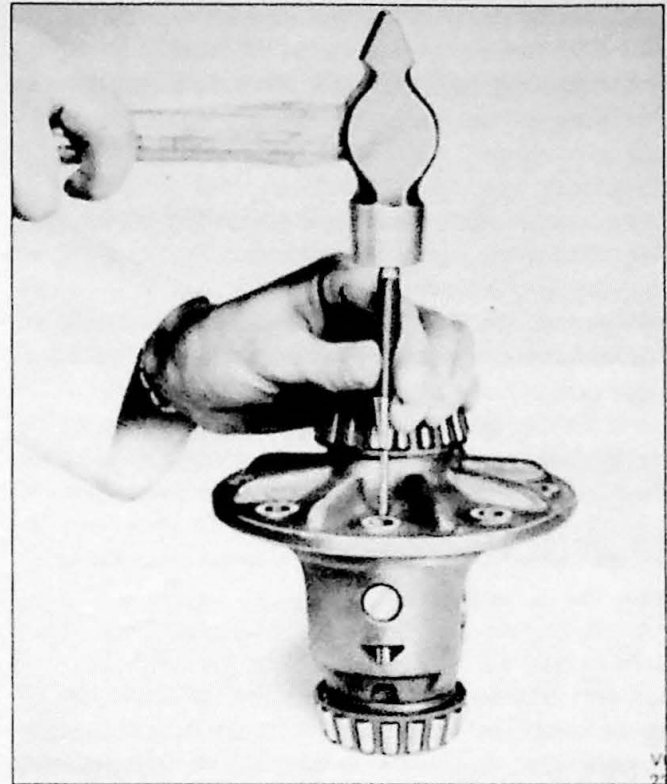

Fig. 9.20. Demontage van de borgpin
2. Drijf de borgpin uit (Fig. 9.20) en hierna de as voor de differentieelwielen. Neem het drukblok, differentieelwielen en drukplaatjes eruit.